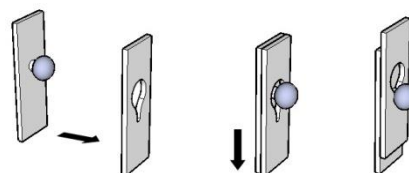

Bild G2: Inneres Einrastverfahren
Das innere Verriegelungssystem ist nach dem Aufbau der Sauna völlig unsichtbar. Sie finden die Klickverschlüsse an den Seiten jeder Platte. Durch das Einschieben des Verschlusses in das passende Gegenstück, haften die Seitenwände aneinander. (Bild G2).
1. Heben Sie die Platte mit dem abstehendem Verschluss (Bild G2 ganz links) einige Zentimeter an.